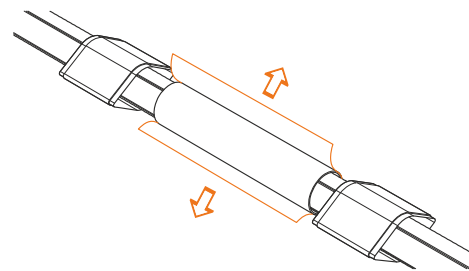

Рис. 4.7.5
- Удалить упаковочную пленку с поверхности муфты (рис. 4.7.5). Надвинуть муфту на стык, расположив ее в соответствии с ранее нанесенными рисками.